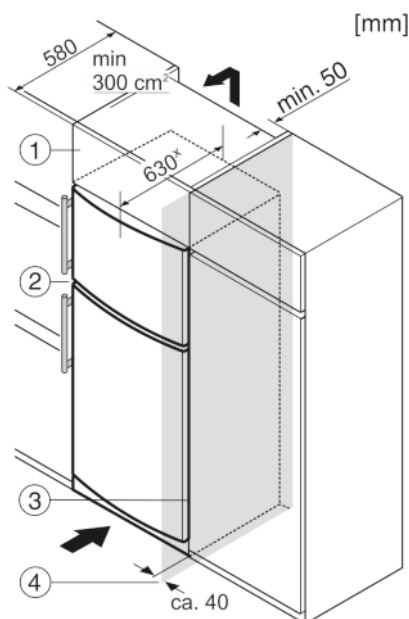

Fig. 9
- (1) Дополнительный шкафчик
- (2) Устройство
- (3) Кухонный шкаф
- (4) Стенка
Устройство может быть окружено предметами кухонной обстановки. Чтобы уравнять устройство *Fig. 9 (2)* по высоте с кухонной стенкой, можно установить над устройством соответствующий дополнительный шкафчик *Fig. 9 (1)*.
При комбинировании с кухонными шкафами (глубина макс. 580 мм) устройство можно установить непосредственно рядом с кухонным шкафом *Fig. 9 (3)*. Устройство выступает сбоку на 34 мм* и по центру на 50 мм* относительно передней стенки кухонного шкафа.
Если устройство установлено на шарнирах у стены *Fig. 9 (4)*, то расстояние между устройством и стеной должно быть не менее 40 мм. Настолько выступает ручка при открытой дверце.